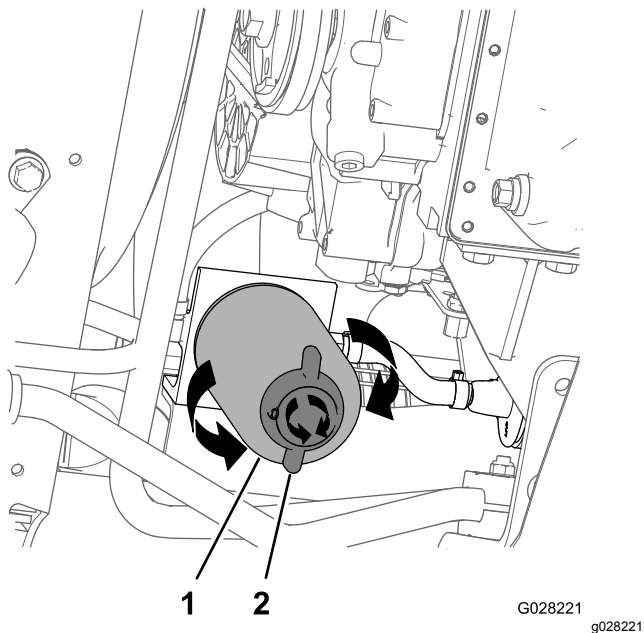

图 75
4. 在燃油滤清器下面放置一个放油盘请参阅 更换水分离过滤器 \(页码 49\) 中的 图 75。
2. 在水分离过滤器下面放置一个排油盘 图 75。
3. 逆时针旋转水分离过滤器底部的排水阀 图 75。
4. 清洁水分离过滤器和滤清器安装座周围的区域 图 75。
5. 拆下水分离过滤器 图 75。
9. 确保水分离过滤器底部的排水阀按照顺时针方向旋转牢牢拧紧 图 75。